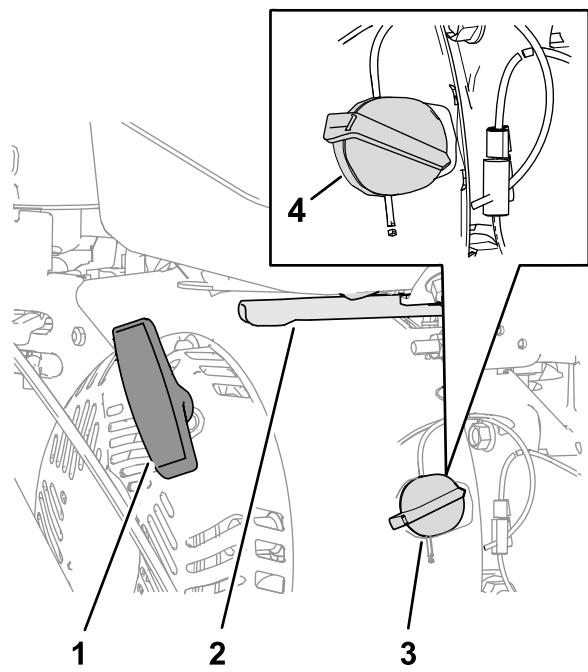

Figura 12
1. En el lado derecho del motor, gire el interruptor de encendido/apagado del motor en sentido horario a la posición de ENCENDIDO (Figura 12).
3. Mueva el acelerador a un punto intermedio entre las posiciones de LENTO y RÁPIDO, situadas en el lado trasero derecho del motor (Figura 12).
4. Tire lentamente del arrancador de retroceso del motor hasta que note resistencia, luego deje de tirar (Figura 12).
- Mueva el acelerador a un punto intermedio entre las posiciones de LENTO y RÁPIDO (Figura 12).
- Deje el motor en marcha durante un mínimo de 15 segundos, luego gire el interruptor de encendido/apagado del motor a la posición de APAGADO para parar el motor (Figura 12).